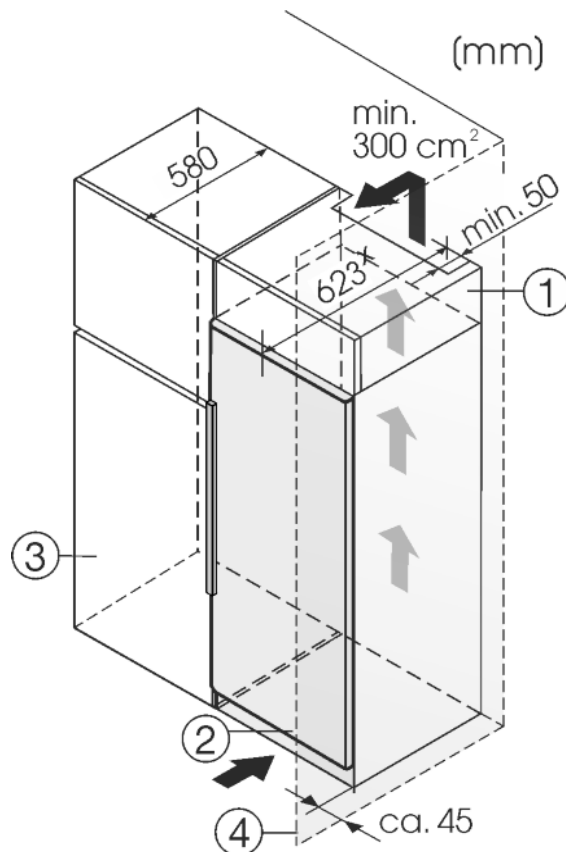

Fig. 8
- (1) Opbouwkast
- (2) Apparaat
- (3) Keukenkast
- (4) Wand
Het apparaat kan in keukenkasten worden ingebouwd. Om het apparaat Fig. 8 (2) aan de hoogte van het keukenblok aan te passen, kan boven het apparaat een opzetkast Fig. 8 (1) worden aangebracht.
Plaast u het apparaat met de scharnierkant naast een muur Fig. 8 (4), dan moet de afstand tussen apparaat en muur minstens 40 mm bedragen. Dit in verband met het uitsteken van de deurgreep bij een geopende deur.